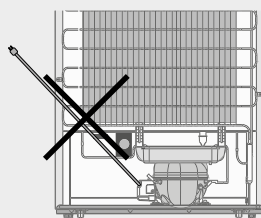

Figura 6
- No compartir el tomacorriente con otros equipos eléctricos (Ver figura 6).
- Evite que el cable de alimentación o de energía quede tensionado o en contacto con parte trasera (parrilla o condensador de la nevera) para prevenir daños (Ver figura 6).